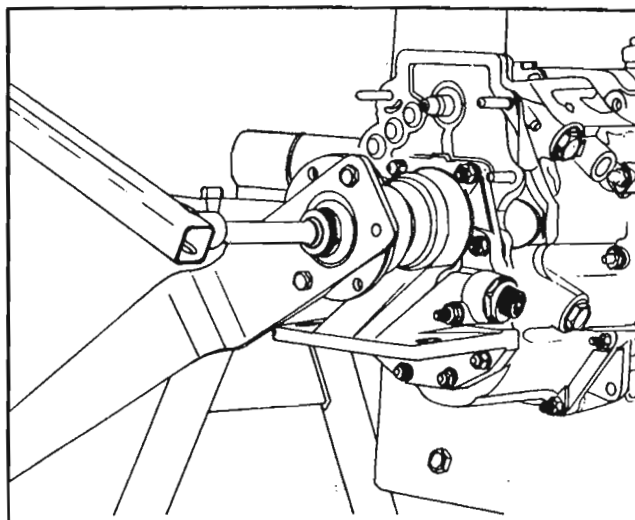

Fig. 6
Desbloquee y quite la tuerca del eje primario (45). Saque la brida de acoplamiento. Fig. 6